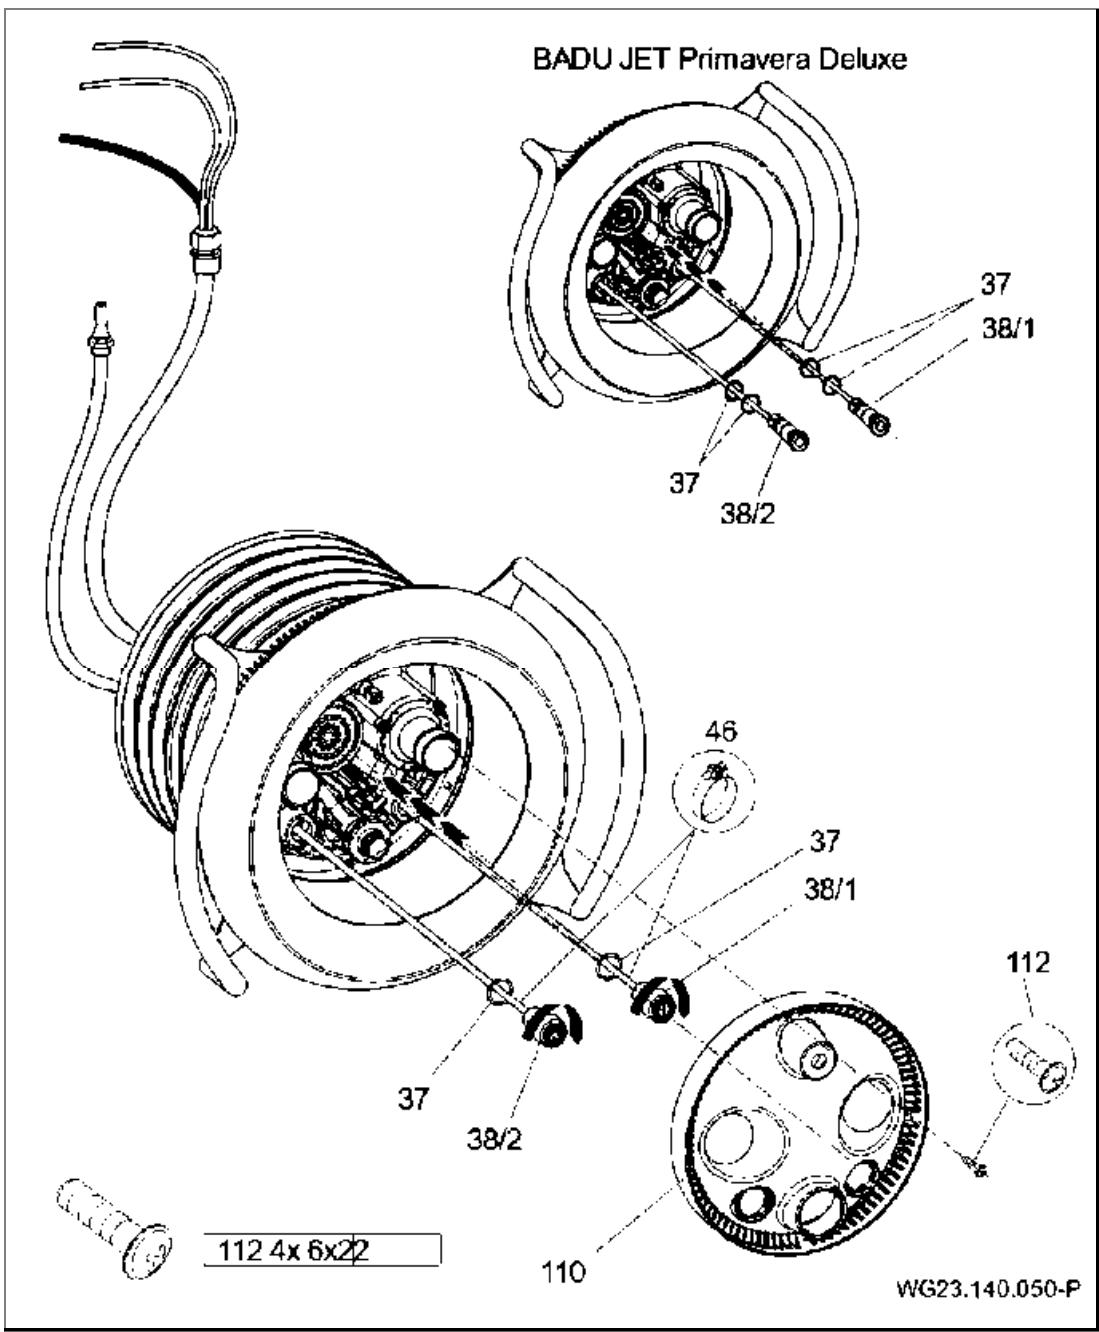

Рис. 19
8. Primavera: Надвинуть по одному кольцу круглого сечения (37) на пневматические выключатели (38/1; 38/2). С помощью шланговых зажимов (46) закрепить пневматические шланги на соответствующих кнопках. Оба пневматических выключателя вставить в сопловую коробку и зафиксировать, повернув по часовой стрелке. (Рис. 19)
10. Расположить заглушку из высококачественной стали (93.1) с выступающими утолщениями в имеющихся выемках заглушки всасывания (93) Следить за меткой "ОВЕН" (ВЕРХ) на заглушке из высококачественной стали. Для фиксации заглушки с помощью отвертки отогнуть назад два смещенных в сторону язычка. (Рис. 19)